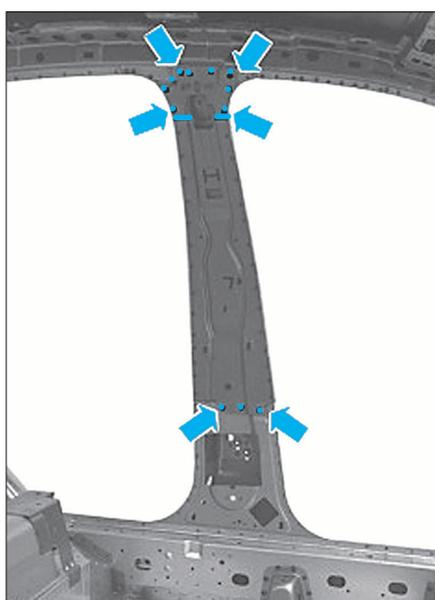

FIG. 56
- Fraiser les points de soudure (2).
- Chauffer la zone (3) à 170 °C et détacher l'insonorisant.
- Fraiser les points de soudure (Fig.56) de la partie intérieure de pied milieu.